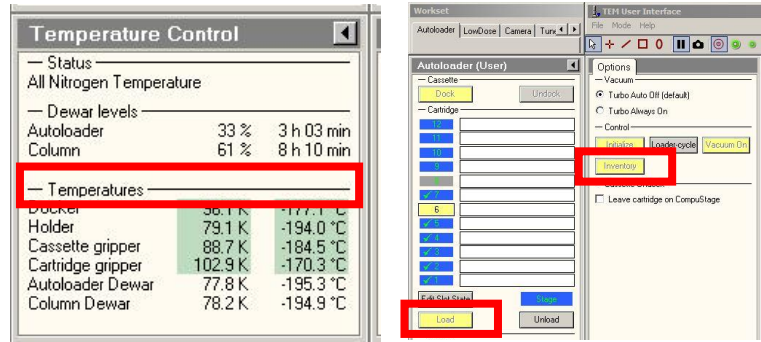

图 5
1. 自检样品：等待 Docker 温度降至-170 °C以下，点击 inventory 等待 Autoloader 自检，见图 5。
2. Load 样品，选择需要 check 的样品，即编号 1-12 号任意一个，点击 Load.见图 5